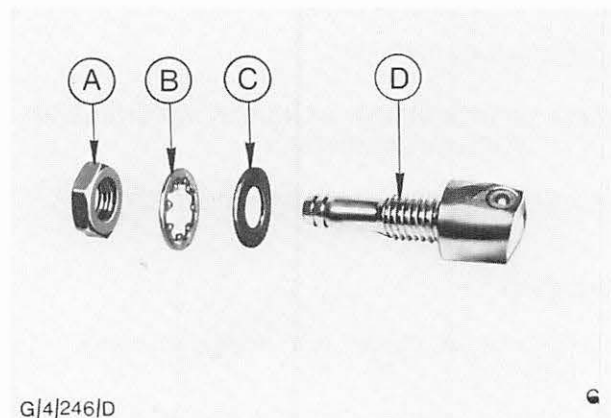

Abb. 50 A = Befestigungsmutter
2. Schlauch von der Spritzdüse abziehen, Mutter abschrauben, Dichtscheibe entfernen und Düse herausnehmen. Abb. 50.